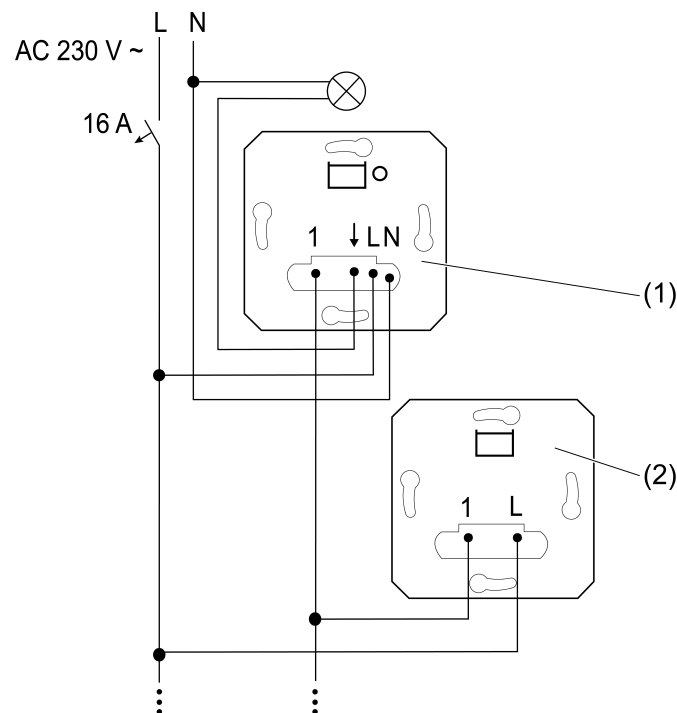
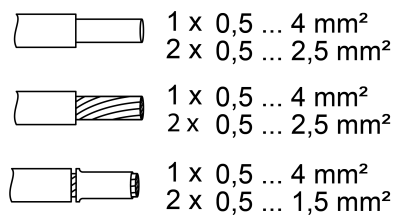

Bild 1: Anschlussplan 2-Draht-Nebenstellen
Bild 2: Klemmbare Leitungsquerschnitte
- Nebenstelle (2) gemäß Anschlussplan anschließen (siehe Bild 1). Dabei klemmbare Leitungsquerschnitte beachten (siehe Bild 2).
- i** Es können beliebig viele 2-Draht-Nebenstellen (2) an einer Hauptstelle (1) angeschlossen werden (siehe Bild 1).